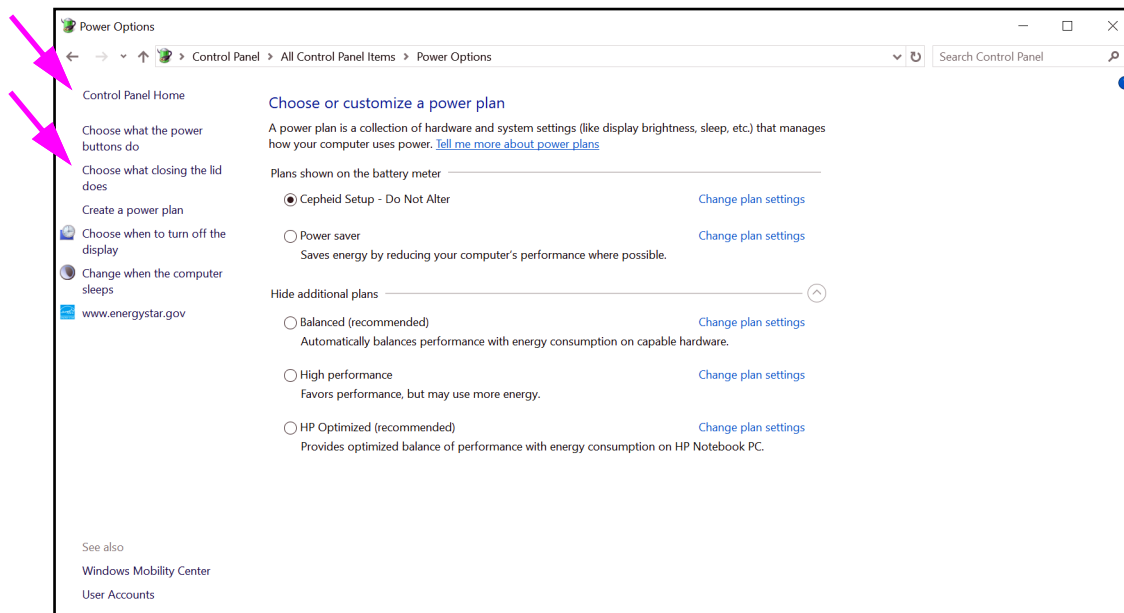

Figure 2-29. Fenêtre Power Options (Options d'alimentation)
9. Cliquer sur **Cancel (Annuler)** pour fermer la fenêtre Edit Plan Settings (Modifier les paramètres du mode). La fenêtre Power Options (Options d'alimentation) s'affiche (voir la Figure 2-29).